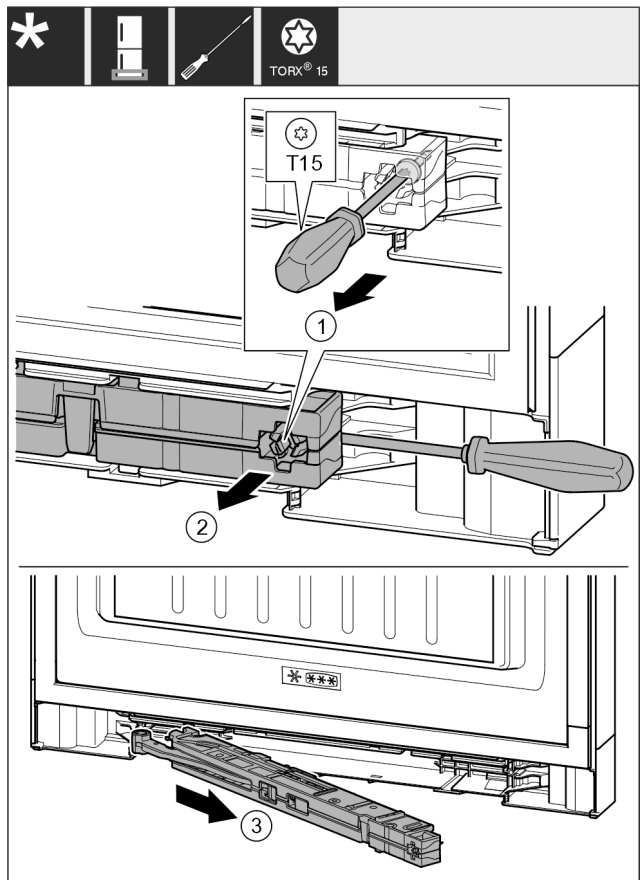

Fig. 17
- Schraube Fig. 17 (1) an Schließdämpfereinheit mit Schraubendreher 14 mm lösen.
- Schließdämpfereinheit Fig. 17 (2) griffseitig mit Schraubendreher nach vorne aushebeln.
- Schließdämpfereinheit Fig. 17 (3) herausziehen.